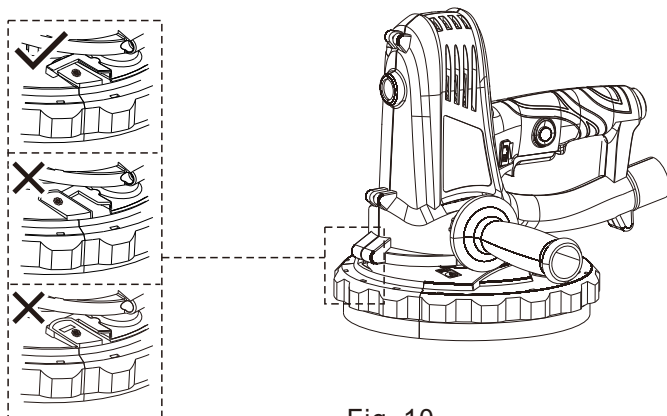

Fig. 10
- > Después del uso, vuelva a colocar el segmento (10b) en la protección (10). Asegúrese de que el botón de desbloqueo (10c) está correctamente encajado en su posición (Fig. 10).